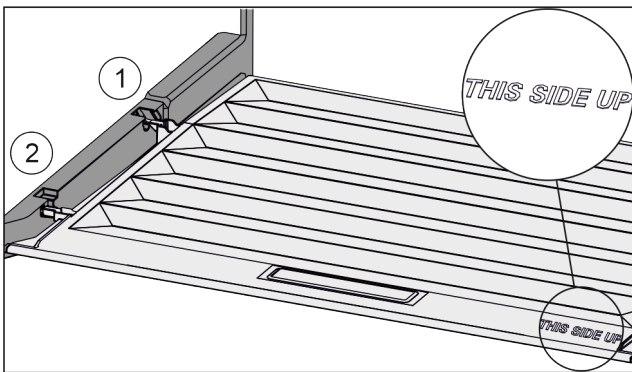

Fig. 36
- ▶ Inserire le nervature del coperchio attraverso l'apertura del supporto posteriore Fig. 36 (1) e innestare anteriormente nel supporto Fig. 36 (2).